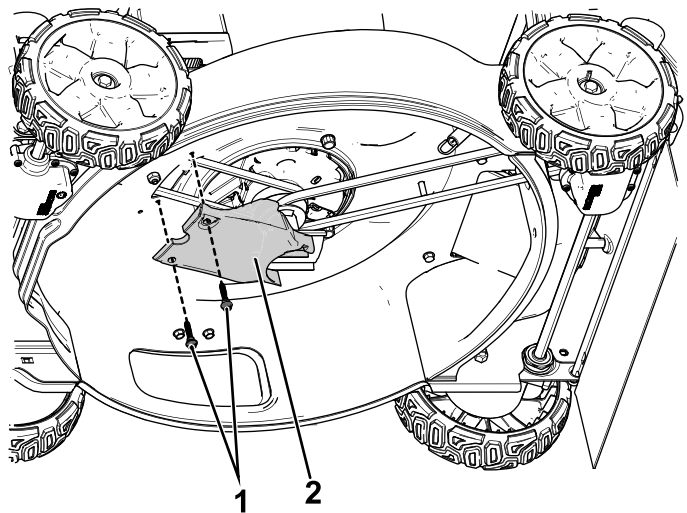

図 10
5. 後バッフルを機体に固定しているボルト5本を締め付ける図 10。